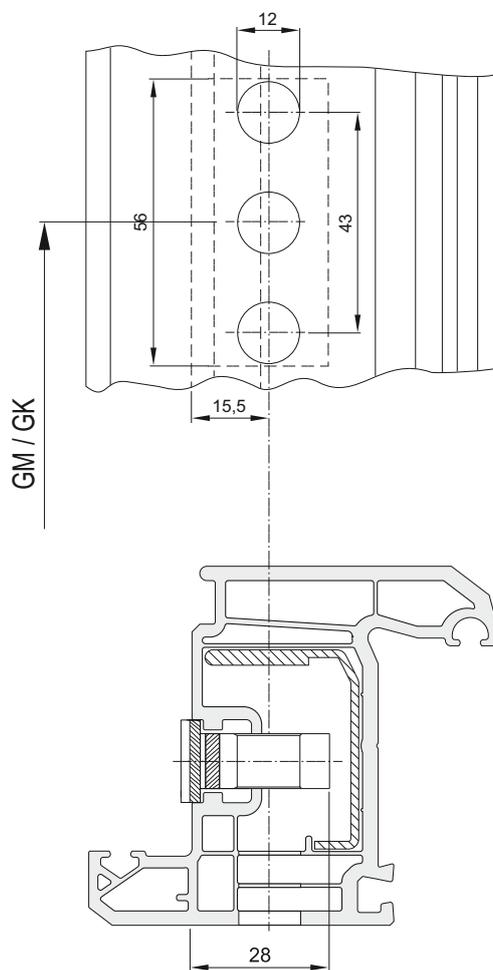

Рис. 3: Чертеж отверстий и паза для засова. Дорнмас = 15,5 мм
- Просверлить отверстия для кассеты засова (Рис. 3, \varnothing 12 мм) согласно чертежу.
Фрезерование паза для кассеты засова осуществляется со стороны фальца (Рис. 3).